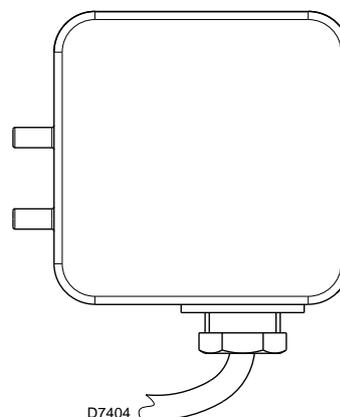

Abb. 22
- Stellen Sie den Luftdruckwächter (Abb. 22) auf den Skalenanfangswert ein.
Führen Sie die Einstellung des Luftdruckwächters (Abb. 22) aus, nachdem alle anderen Einstellungen des Brenners bei auf den Skalenanfang eingestellten Luftdruckwächter vorgenommen wurden.